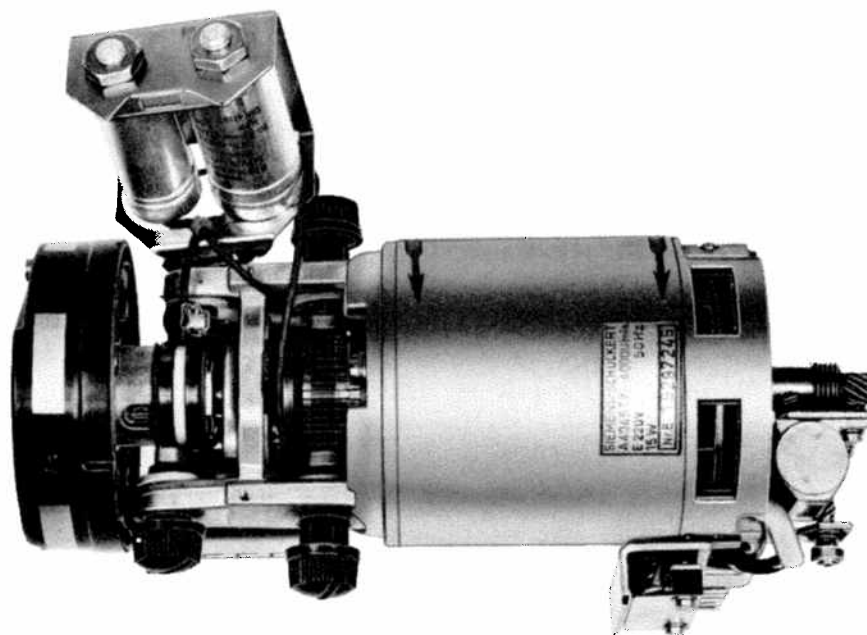

Bild 50
- 3.6.1.9 Lossa montagebygeln för kondensatorn C11 (C11 och C12 för remssändare 312), bild 50. Lyft upp ena änden av montagebygeln och tvätta kommutatorer och släp-ringar med sprit 35. Använd putsduk M6400-106010. Återställ.